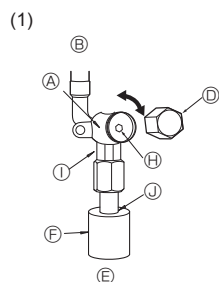
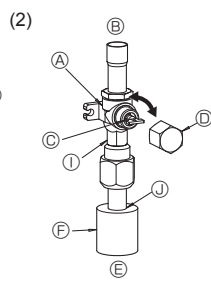

Fig. 4-5
Fig. 4-6
(1) Gasside på SW75 (Fig. 4-5)
- ① Fjern dækslet, og drej ventilspindlen mod uret så langt som muligt vha. en 5 mm sekskantet skruenøgle. Stop med at dreje, når den når stopperen (Ø15,88: ca. 13 omgang)
- ② Kontrollér, at stopventilen er helt åben og drej hættten tilbage til den oprindelige position.
(2) Gasside på SW100, 120 (Fig. 4-6)
- ① Afmonter hættten, træk håndtaget hen imod Dem og drej en 1/4 omgang mod uret for at åbne.
- ② Kontrollér, at stopventilen er helt åben, skub håndtaget ind og drej hættten tilbage til den oprindelige position.